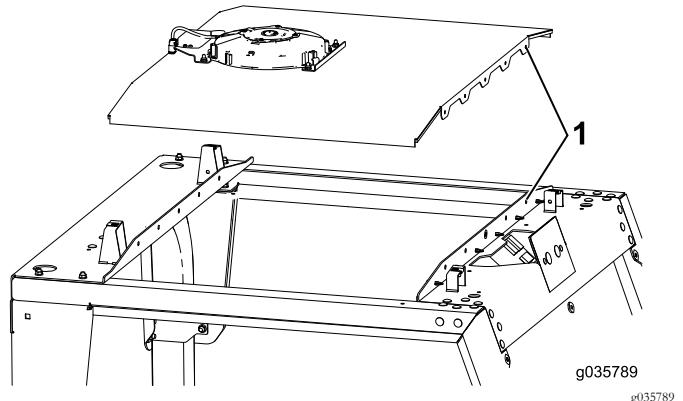

Figure 4
- Placez le pavillon sur la machine, en alignant les trous de rivet sur le pavillon et les trous de rivet sur la machine (Figure 4).